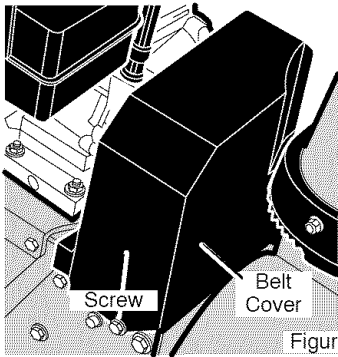

Figure 79
3. Quite el **tornillo de la cubierta de la correa**. Quite la **cubierta de la correa** (Figure 79).